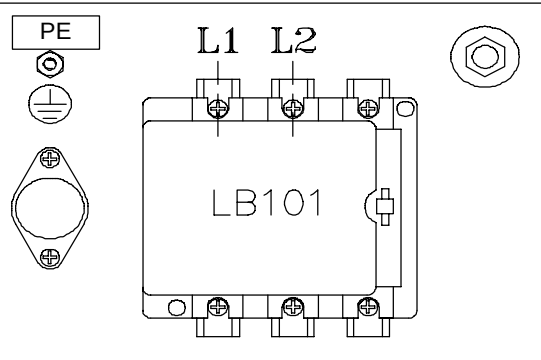

Fig. 8
de commande PrecisionFlo (illustration aux Fig. 8 et 9) sur
2. Pour 918463 ou 918644, brancher l'alimentation électrique sur L1 (phase) et L2 (neutre) de l'interrupteur général se trouvant à l'intérieur du coffret de commande (voir Fig. 8.)